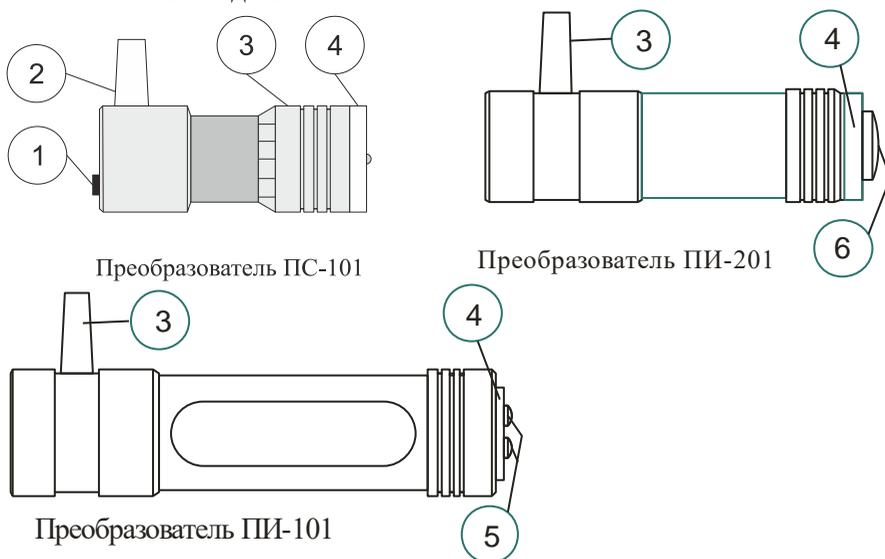

Рис.4.3.3.1. Преобразователи.
4.3.3. Дефектоскоп комплектуется тремя преобразователями - преобразователем *ПС-101* с ударным электромагнитным вибратором и микрофонным приемником упругих колебаний; - пьезоэлектрическим раздельно-совмещенным преобразователем *ПИ-101* и совмещенным преобразователем *ПИ-201* (рис.4.3.3.1). На верхней крышке каждого преобразователя установлен светодиодный индикатор, сигнализирующий о наличии в изделии дефекта. Преобразователи соединяются с электронным блоком кабелями длиной 1м.